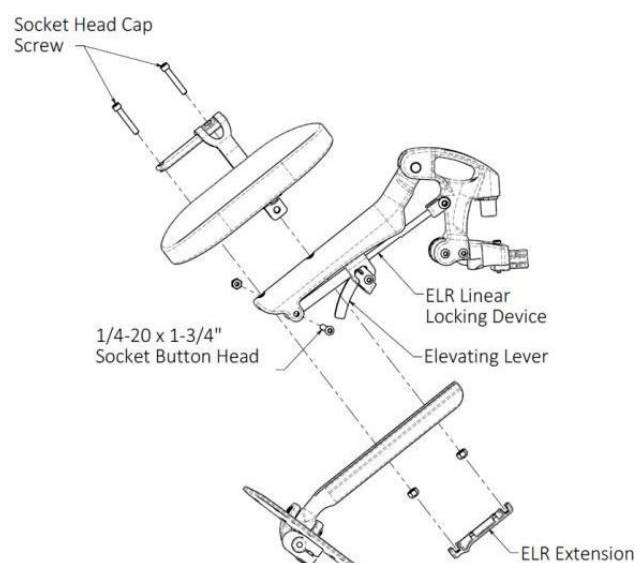

Fig. 5 Højdejustering af elevérbar benstøtte/ fodstøtte.
1. Løsn og fjern unbrakoskruen (med halvrundt hoved), som holder den elevérbare benstøttes lineære låseanordning (fig. 5).